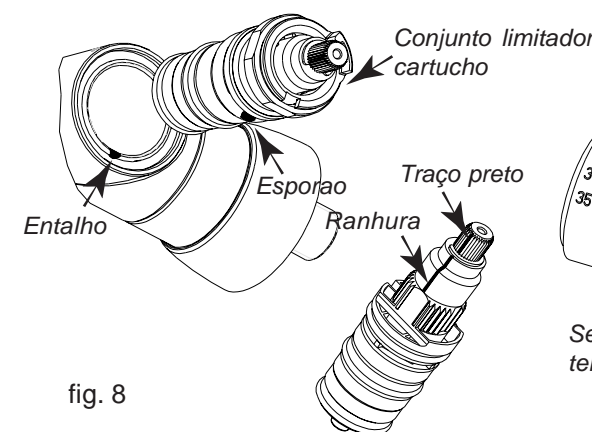

fig. 8
- Empenhar o conjunto cartucho e limitadores no corpo, orientado o esporão com o entalho (fig. 8).
- Verificar que o traço negro seja correctamente alinhado com a ranhura (fig. 8).